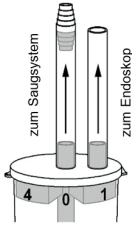

Abb. 1
1. Verbinden Sie den Schlauch vom mittleren Anschluss der Falle mit dem Saugsystem (Abb. 1).
2. Verbinden Sie den äußeren Anschluss mit dem Endoskop (Abb. 1).